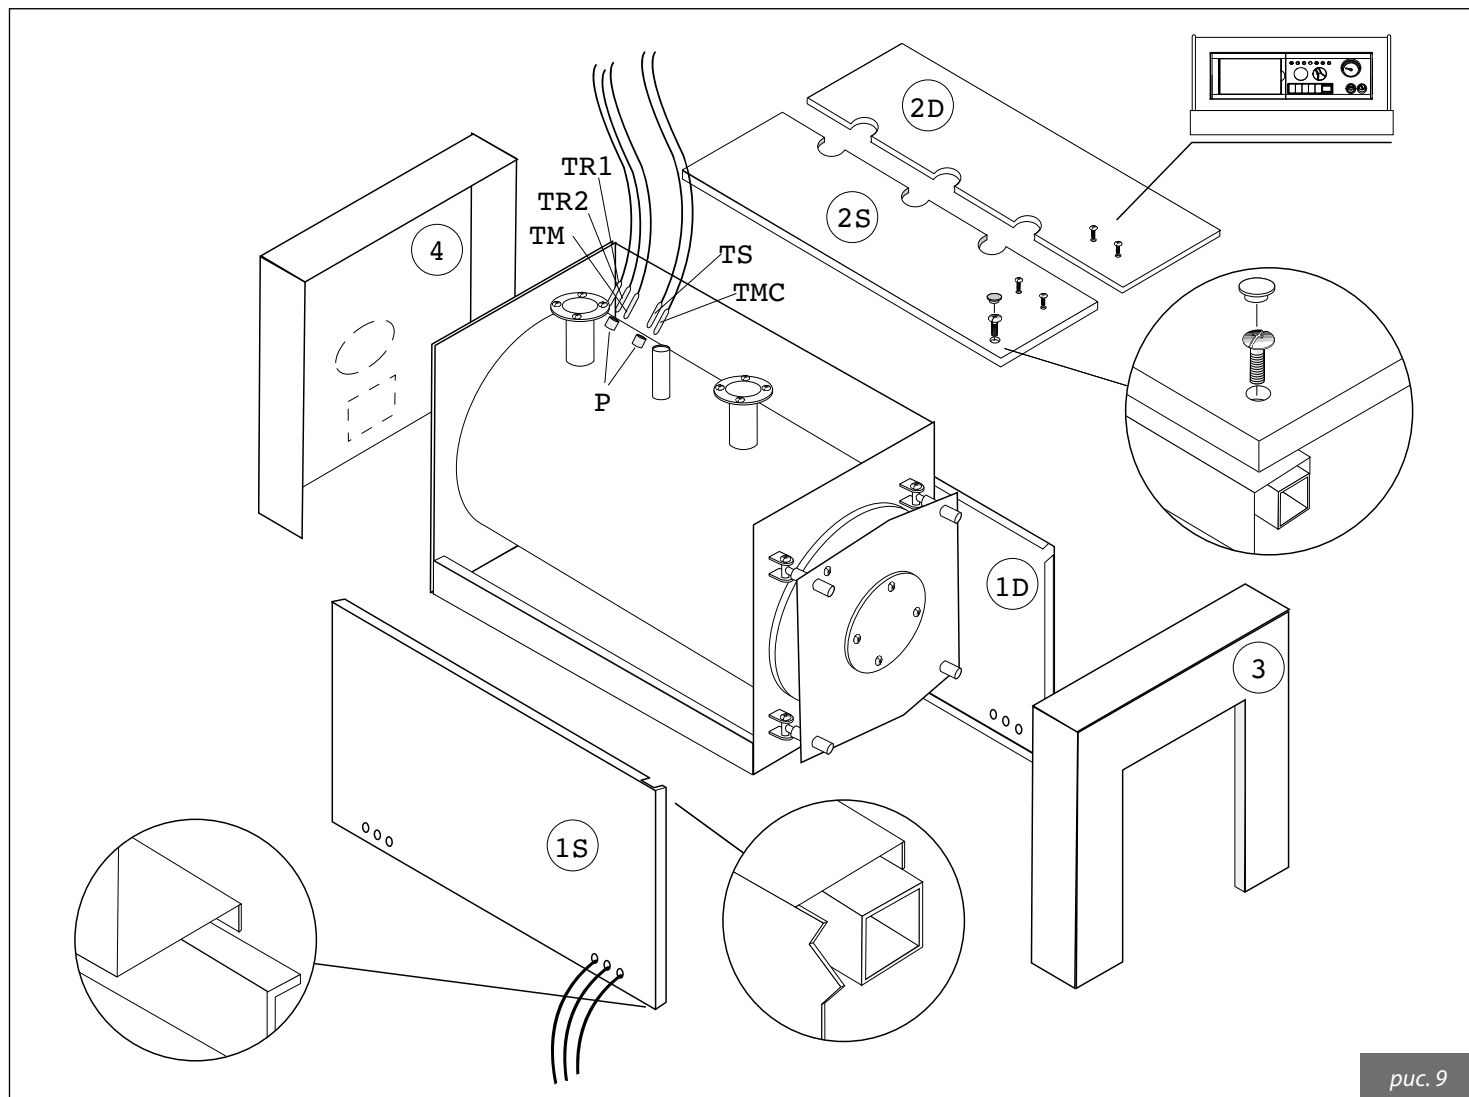

рис. 9
## 4.1. Обшивка котла панелями для RODI DUAL и RODI DUAL HR 70÷400 (рис. 9)
- f) Закрепить верхние панели винтами и закрыть проходные отверстия заглушками (см. рис. 9).